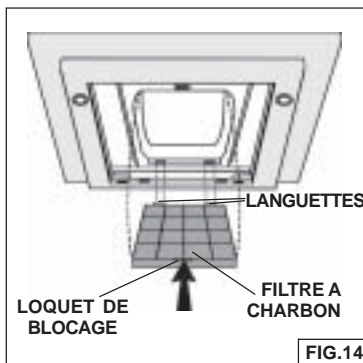

FIG.14
1. Pour retirer le filtre à CHARBON, appuyez sur le taquet frontal du filtre. Abaissez le filtre pour dégager ses languettes arrière. Fig. 14.